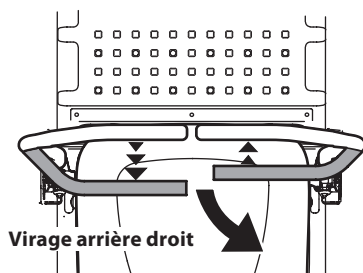

Figure 26
2. Pour faire demi-tour en marche arrière, déplacez le levier de contrôle droit en avant du levier de contrôle gauche (Figure 26).